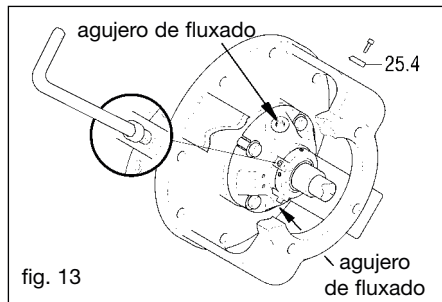

fig. 13
- Parar la rueda de álabes (03) y desenroscar la tuerca autobloqueante (33).
- Fijar los posicionadores (25.4) de bloqueo de la junta estanca en los alojamientos adecuados. (fig. 13).
- Sacar los posicionadores (25.4) (fig. 13) de bloqueo de la junta estanca y fijarlos a los agujeros de la arandela para su reutilización en fase de desmontaje.